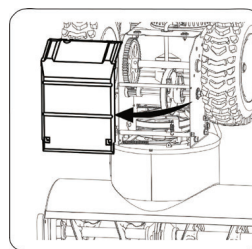

Figure 28
2. Faites pivoter soigneusement la souffeuse à neige vers le haut et vers l'avant afin qu'elle repose sur le boîtier de la tarière. Retirez le couvercle du cadre du dessous de la souffeuse à neige en retirant les quatre vis autotaraudeuses qui le fixent. Voir la figure 28.